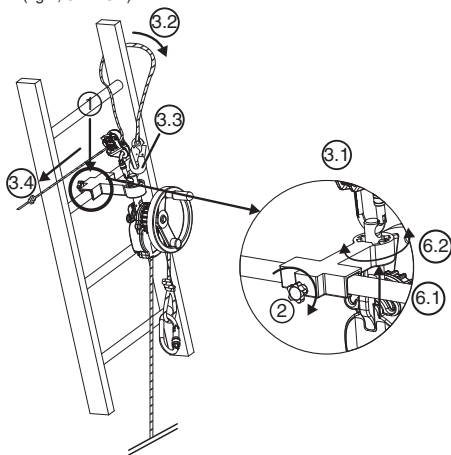

Fig.7
6.3.3 Appareil DEROPE™ UP K (Fig. 7)
1. Mettre en place la petite console d'appui sur le barreau de l'échelle à la position requise pour réaliser l'opération de sauvetage, au dessus de la personne à évacuer (fig.7, 1).
2. Serrer l'axe de blocage se trouvant à l'arrière de la console d'appui à l'aide du bouton de serrage (fig.7, 2).
- Fixer le connecteur du dispositif de réglage LCM 05 dans le trou du haut de l'axe d'accrochage (fig.7, 3.1).
- Passer la longe d'assurance autour du barreau de l'échelle situé au dessus de la console en contournant l'un des montants de l'échelle (fig.7, 3.2).
- Connecter le connecteur de la longe d'assurance dans le connecteur du dispositif de réglage LCM 05 (fig.7, 3.3).
- Tendre la longe d'assurance en tirant sur le brin libre (fig.7, 3.4).
6. Orienter l'appareil DEROPE™ selon le besoin en modifiant la position de l'axe d'accrochage dans le dispositif d'indexage (fig.7, 6.1 – 6.2).